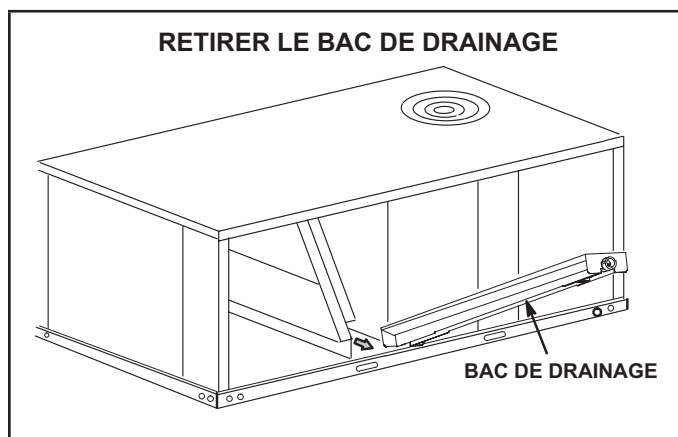

FIGURE 9
- 2 - Soulever le bord avant du bac de drainage et faire glisser le bac hors de l'appareil. Voir la FIGURE 9.